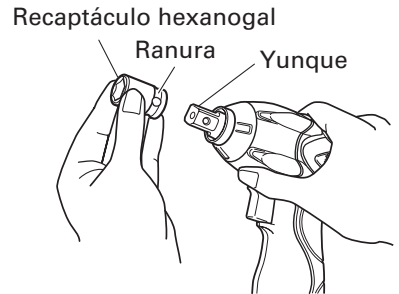

Fig. 14
5. Instalación de un receptáculo (Fig. 14, 15-1) (WR12DM2)
6. Tipo anillo de retención (Fig.14, 15-2) (WR9DM2)